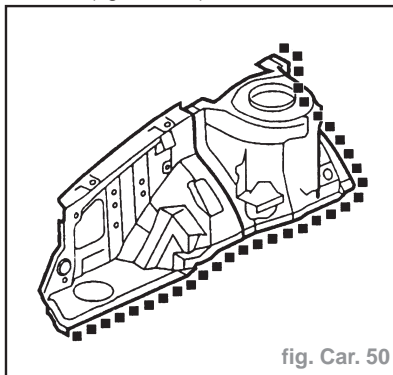

fig. Car. 50
- Préparer et nettoyer les faces d'assemblage de panneau. Poinçonner ou percer des trous pour le soudage en bouchon dans le panneau neuf, comme illustré (fig. Car. 50).